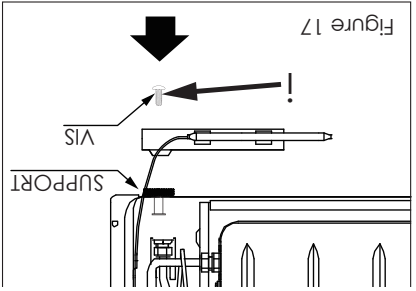

Figure 17
2. Placez le capteur du thermostat sous le bas à droite du support et fixez-le avec la vis moyenne (I) qui fixent l'appareil au support comme indiqué dans les figures 17 et 18